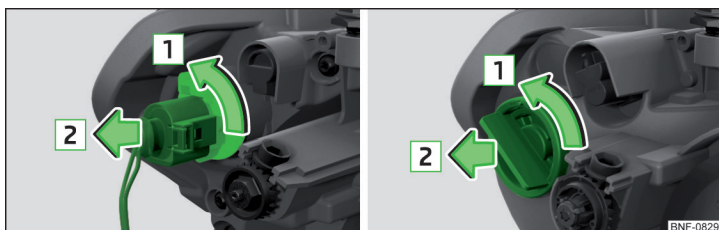

Fig. 175 Înlocuirea becului luminii de semnalizare față: Varianta 1/varianța 2
- › Rotiți soclul împreună cu becul până la limită, în sensul săgeții **1** » fig. 175.